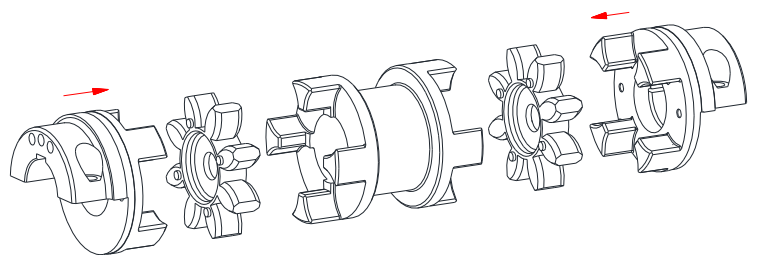

Bild 12: Montage der Nabengrundkörper, Zahnkränze und DKM-H-Mittelstück
- Stecken Sie die Nabengrundkörper mit den Zahnkränzen und dem DKM-H-Mittelstück (siehe Bild 12) zusammen.